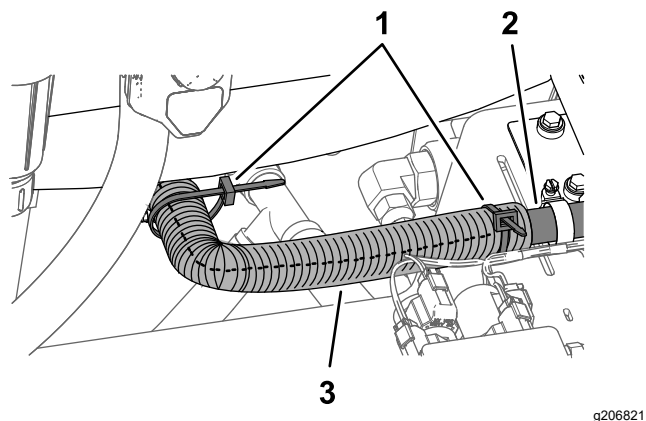

**Figura 31**
4. Conecte el extremo libre de la manguera de 1,9 cm x 180 cm al acoplamiento dentado recto de la salida de la cabeza del filtro con una abrazadera (Figura 31).
5. Ajuste la posición de la cabeza del filtro hasta que la cubeta del filtro esté en posición vertical, y apriete las 2 abrazaderas a mano (Figura 30 y Figura 31).